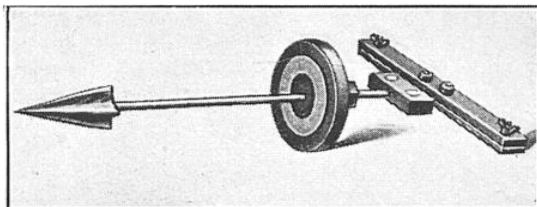

FIG. 2. — DÉTAILS DE LA LANCE PERFORATRICE
*Ce dispositif mélange automatiquement à l'air de circulation de l'acide carbonique ayant une pression de 14 kilogrammes par centimètre carré. La figure indique la disposition générale sur un alternateur de 20.000 kilowatts. — R, réservoir d'acide carbonique gazeux ; la circulation d'air normale a lieu suivant le sens des flèches ; l'aspiration de l'air se produit aux deux extrémités E de la machine ; M, milieu du stator où cet air est refoulé ; J, jets d'eau pour le refroidissement de l'air ; C, chicanes de retenue des gouttelettes entraînées ; t t, tubes témoins permettant de voir la fumée de toute combustion ; L, levier de déclenchement à la main ; A, clapet de sûreté des gaz en excès ; T, tube vertical à diaphragme de cuivre, surmonté d'une lance perforatrice chargée de poids (voir fig. 2).*
Un tube vertical *T* part du réservoir et se prolonge par un tube horizontal de 75 millimètres de diamètre, portant un ajutage de 25 millimètres en face de chaque entrée d'air *E*. Sur le tube *T* est intercalé un diaphragme en cuivre, au-dessus duquel est suspendue une lance chargée de poids. La figure 2 montre la lance perforatrice démontée. Cette lance, déclenchée soit à la main, soit par le relais différentiel, perce le diaphragme et libère rapidement le gaz. Ce système a sur une valve l'avantage d'une étanchéité plus parfaite dans la période d'attente et surtout d'une action beaucoup plus prompte.